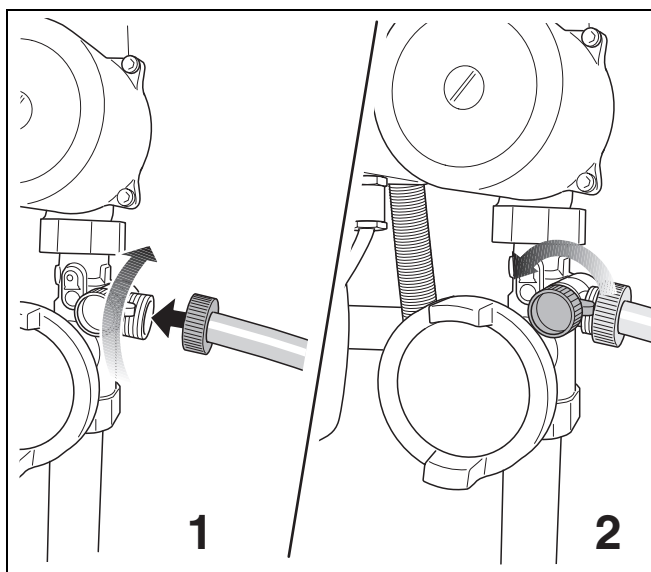

Рис. 11 Подсоединение шланга / Открытие крана для заполнения и слива
- Подсоединить шланг к крану для заполнения и слива (рис. 11, поз. 1).
- Открыть кран для заполнения и слива (рис. 11, поз. 2).